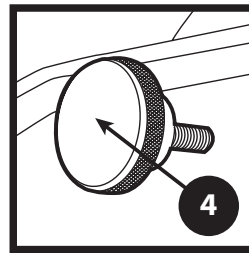

FIGURA 8
- a. Si la banda abrasiva no permanece centrada en la rueda de contacto mientras está en movimiento, utilice la perilla de ajuste de alineación (Figura 8), localizada en el lado izquierdo superior de la máquina, para alinear la banda. Gire el control en dirección a las agujas del reloj para alinear la banda hacia la izquierda; para alinearla hacia la derecha, gire el control en dirección contraria a las agujas del reloj.